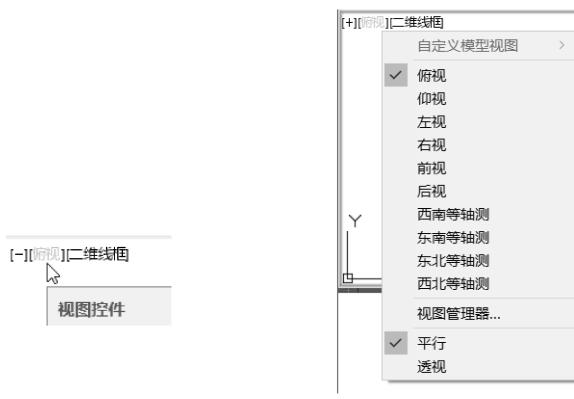

图12-12 “视图控件”列表
- 先将各个视口分别置为当前视口，单击各视口左上角的“视图控件”，打开列表如图12-12所示。将各视口依次设置为“前视”“俯视”“左视”和“西南等轴测”。